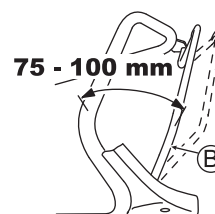

Fig. 26
Ajuste de maneira que a máquina se movimente (a embreagem de acionamento está acoplada) quando a distância entre a alavanca da embreagem de acionamento (B) e a manopla for de 75 - 100 mm, como mostrado na fig. 26.